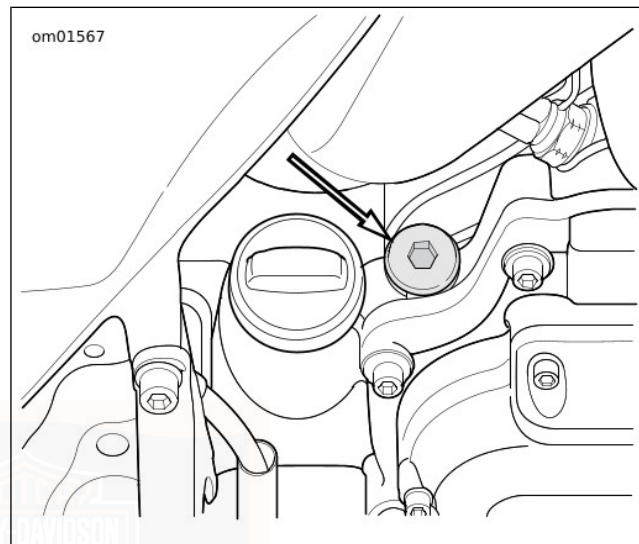

Figura 56. Localização da vareta de nível de óleo da caixa de velocidades
2. Ver Figura 56. Remover a vareta de nível de óleo da caixa de velocidades. Limpar a vareta de nível.
1. Ver Figura 56. Remover o bujão de enchimento/vareta de nível da caixa de velocidades.